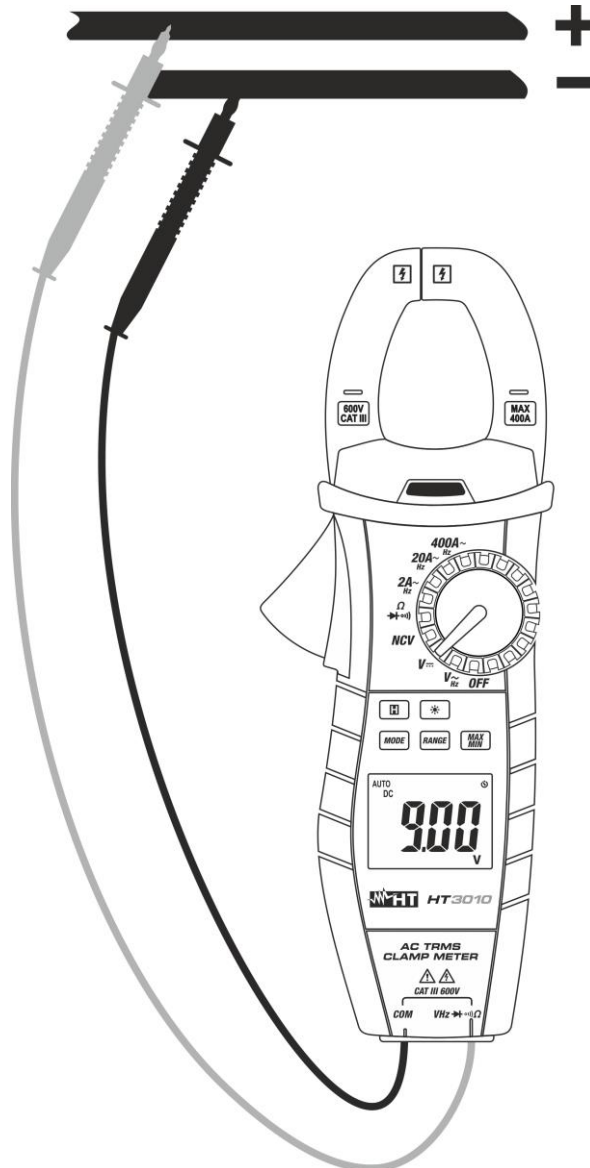

Fig. 3 : Utilisation de l'instrument pour mesure de Tension CC
3. Positionner les embouts sur les points désirés du circuit sous test (voir Fig. 3). La valeur de tension apparaît à l'écran.
5. L'affichage du symbole « **-** » sur l'écran de l'instrument indique que la tension a une direction opposée par rapport à la connexion de Fig. 3